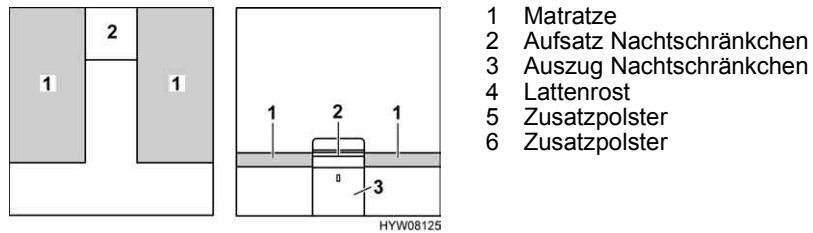

Bild 90 Vor dem Umbau
- Aufsatz des Nachtschränkchens (Bild 90,2) entfernen und beiseite stellen.